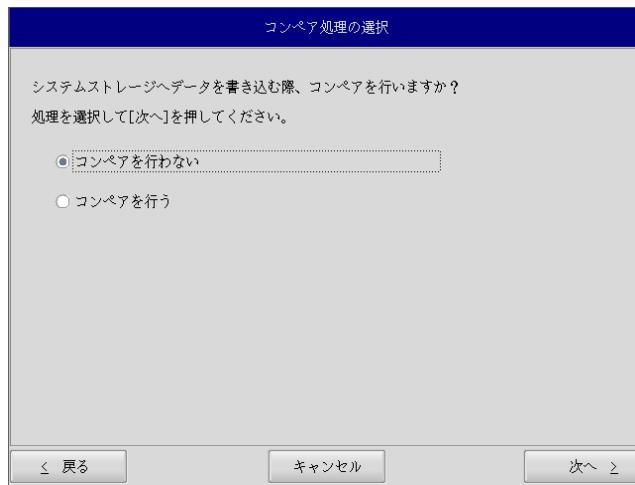

図5-2-6. コンペア処理選択画面
- ⑩ コンペア処理の選択画面(図5-2-6)が表示されます。